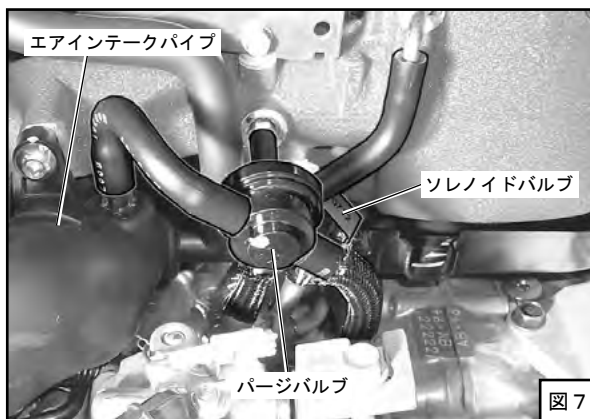
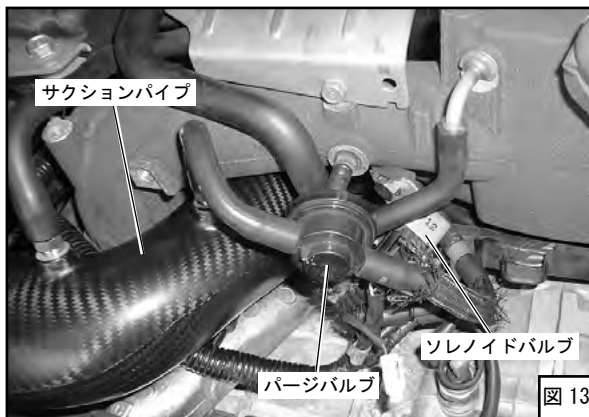

図7
図 13
(13) コネクタ、配管を外し、パージバルブとソレノイドバルブを取外してください。(図7) (取付けの際にホースの接続先を間違えないようにマーキングしてください。)
(図7、図13)